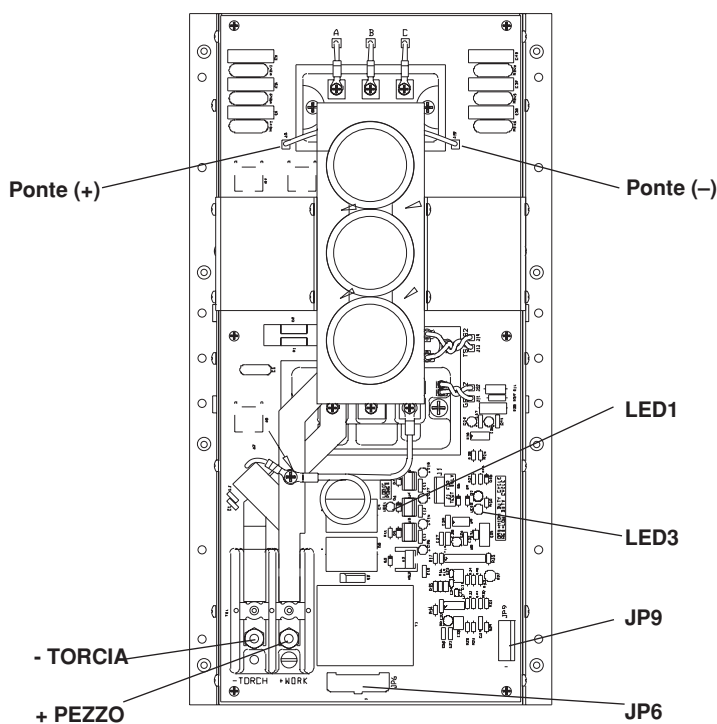

Figura 8-3 Modulo chopper – Vista frontale
3. Posizionare il terminale positivo sul lato + ed il terminale negativo sul lato – del ponte. Vedere la Figura 8-3.
Notare che i punti di collegamento effettivi sono nascosti dalla staffa di supporto del cappuccio in Figura 8-3.